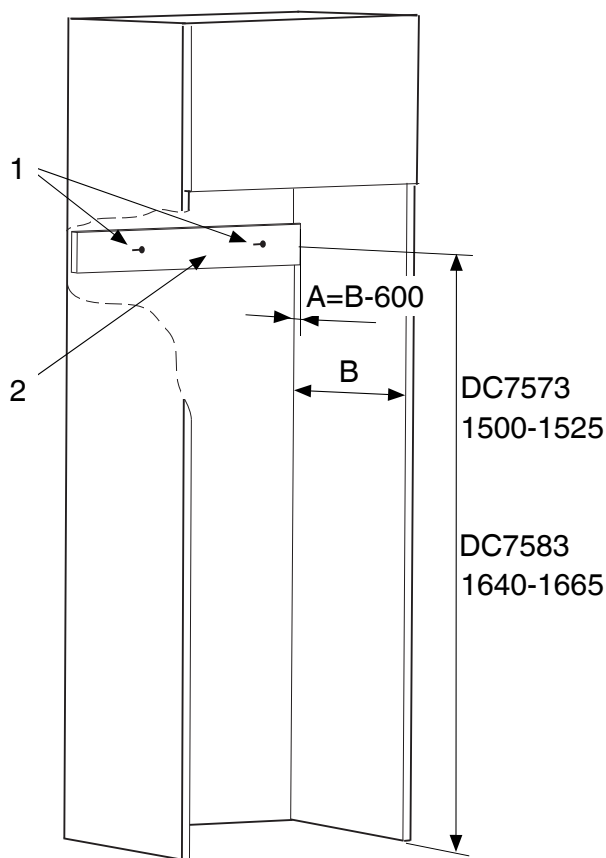

Рисунок 1
1. Измерьте глубину сборки "В", где будет установлен сушильный шкаф (см. рисунок 1).
2. Если глубина сборки "В" превышает 600 мм, необходимо вырезать деревянный брусок (2) толщиной "А". Деревянный брусок не поставляется в комплекте.
2. Открутите нижнюю дверную петлю, см. рисунок 1.